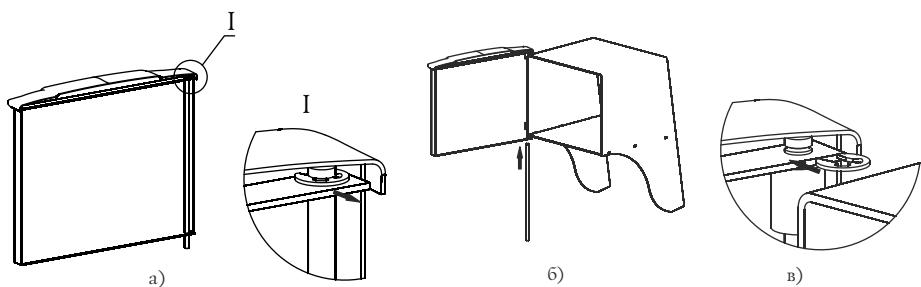

Рисунок 7. Установка дверцы при монтаже печи «Ангара 2012»
- Извлеките ось из дверцы, предварительно сняв упорную быстросъемную шайбу, рисунок 7.а;
- Вставьте ось через отверстия снизу вверх, с расположением канавки под шайбу в верхней части оси, рисунок 7.б;
- Установите упорную быстросъемную шайбу в канавку на оси, рисунок 7.в